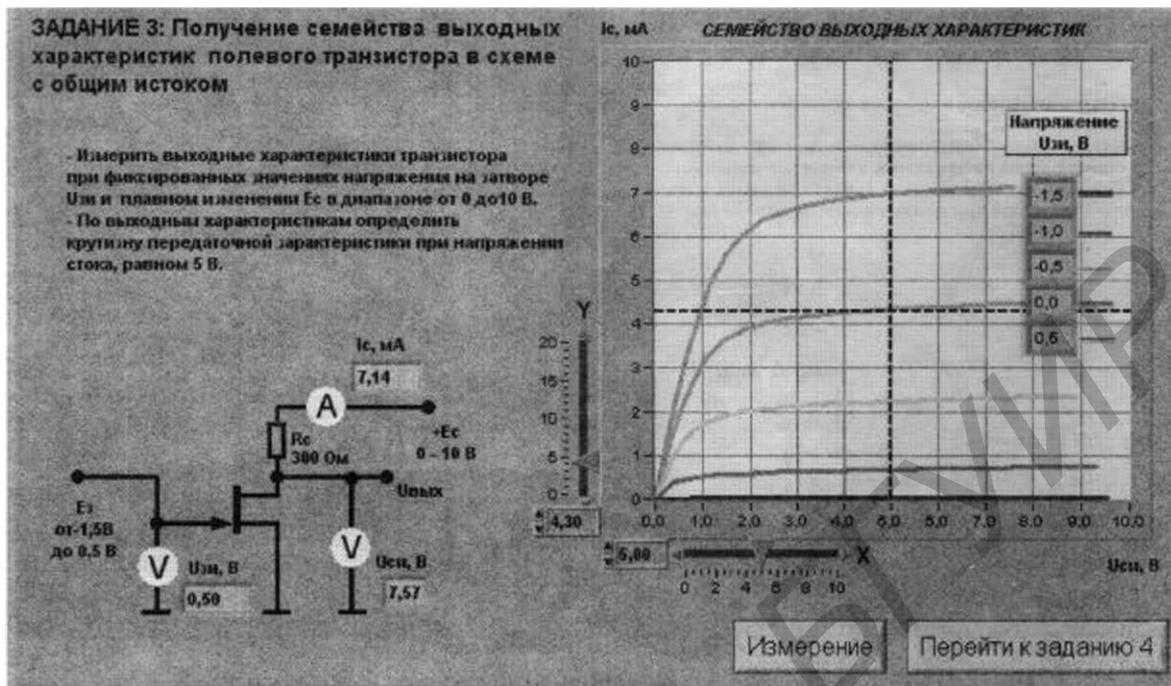

Рис. 14.5. Лицевая панель ВП лабораторной работы №14 при выполнении задания 3
4. Нажмите на передней панели ВП кнопку «Перейти к заданию 3», на экране появится лицевая панель ВП, необходимая для выполнения задания 3 (рис. 14.5).